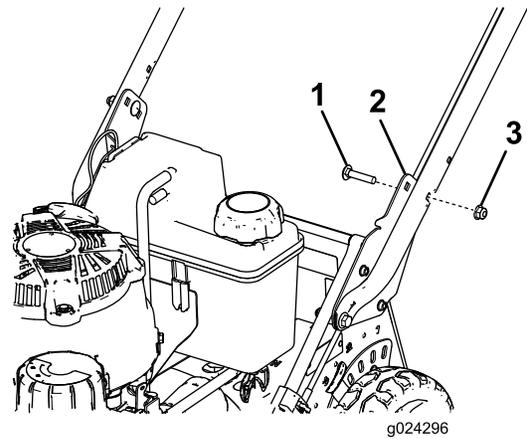

図 6
- 希望するハンドル高さで、ハンドルブラケットにハンドルを取り付けるキャリッジボルト5/16 x 1½インチ2本とフランジナット 5/16 インチ2個で 図 6 のように取り付ける。